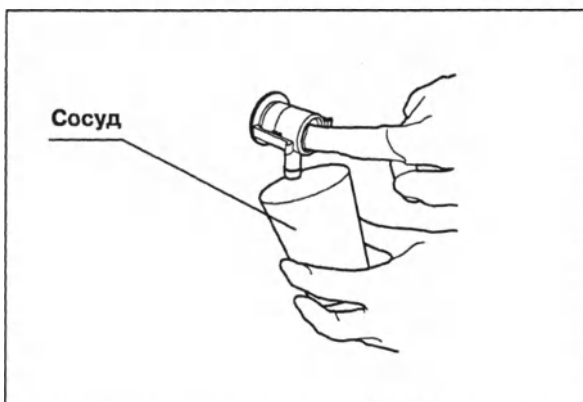

Рис. 4.69
4. Нажмите на сливной коннектор и выпустите небольшое количество остаточного дезинфицирующего раствора из бака (см. рис. 4.69). Убедитесь, что в баке остаётся достаточное количество дезинфицирующего раствора, то есть, его уровень находится в пределах шкалы индикатора «DESINFECTANT». Когда уровень дезинфицирующего раствора превышает отметку «MAX», нажмите на головку сливного коннектора и выпустите некоторое количество дезинфицирующего раствора, пока его уровень не будет находиться в пределах шкалы индикатора «DESINFECTANT».